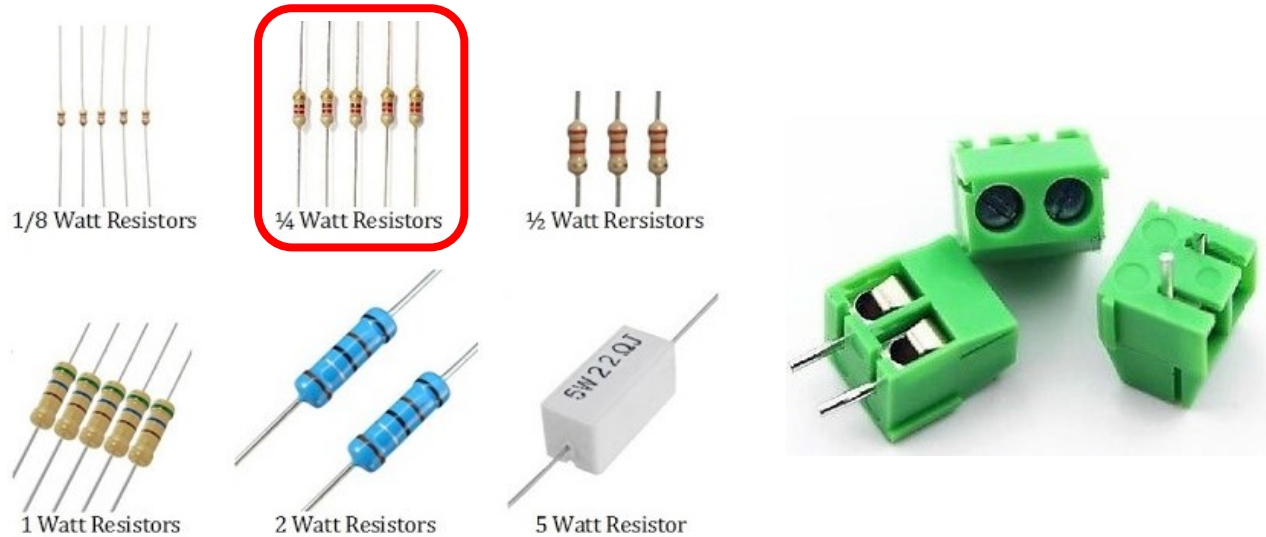

Figura 4: Diferentes tipos de resistores² y borneras³ a utilizar.
- 2) Los resistores se eligen en función de tamaño y este depende de la potencia en forma de calor que genera el dispositivo al pasar una determinada corriente a través de él. Se debe calcular o medir el valor de potencia máxima para cada resistor y dado que cada uno de ellos no supera los 250 mW , se usarán valores de $\frac{1}{4}$ de watt. Note en la figura 4 que eso determinará la distancia de perforación de los puntos de conexión de la resistencia en la tarjeta a desarrollar.